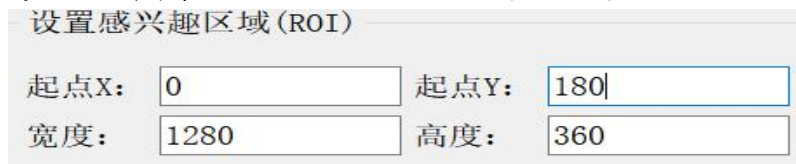

图 7-3 感兴趣区域默认参数
1) 在打开的“用户参数设置”对话框里，如图 7-3 所示，默认参数设置为